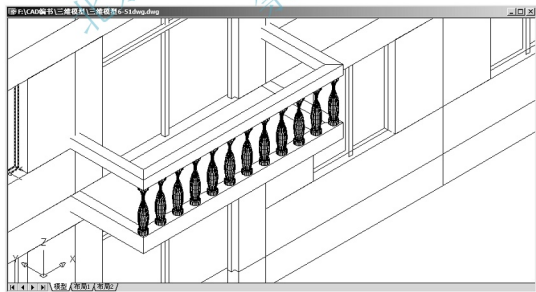

图 6.54 阵列生成正面花瓶
(2) 在命令行输入“AR”后按 Enter 键启动【阵列】命令, 【阵列】对话框内的设定参数为 1 行、12 列、列偏移 381, 结果如图 6.54 所示。